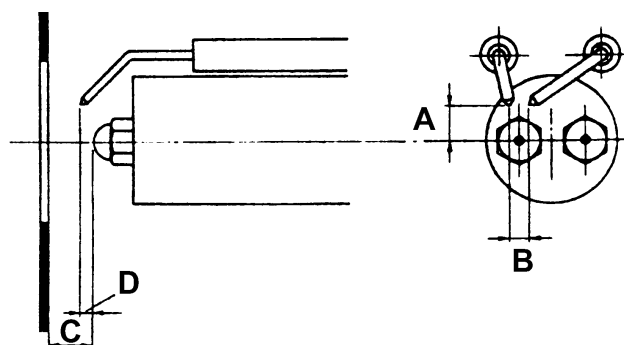

Fig. 16
Pentru a garanta o aprindere buna marimile prezentate in Fig. 16 trebuie sa fie observate (vazute).
- 5 Demontati electrozii si inlocuiti-i , respectand valorile date la Fig. 16.